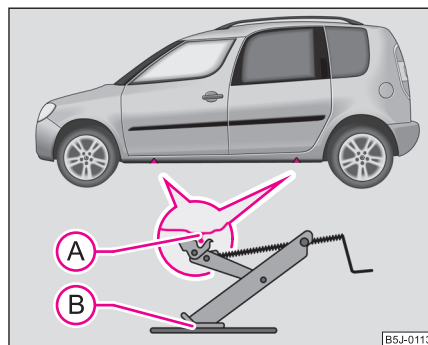

Fig. 173 Înlocuirea roții:
- Pentru ridicarea autovehiculului căutați punctul de fixare a cricului cel mai apropiat de roata defectă ⇒ fig. 173.